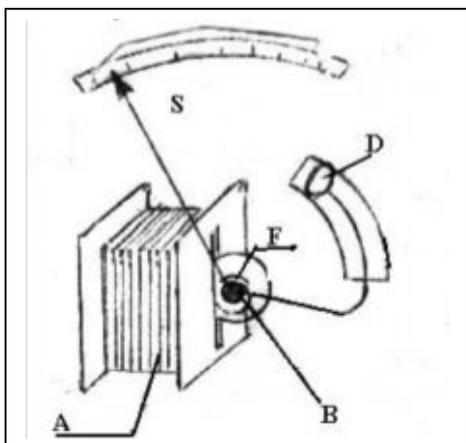

Рис.2
2. *Приборы электромагнитной (ЭМ) системы.* Принцип работы приборов этой системы основан на взаимодействии магнитного поля тока, протекающего по обмотке неподвижной катушки, с подвижным железным сердечником, помещенным в этом магнитном поле. На рис.2 показана схема устройства ЭМ прибор. Прибор состоит из прямоугольной катушки А с узкой щелью (просветом). Сердечник В изготовлен из мягкого железа и эксцентрично на оси. С осью